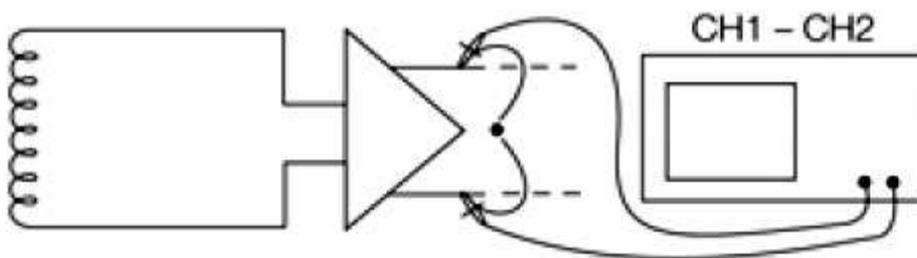

图3 使用两个探头测量,再利用示波器数学运算功能计算
- 1) 使用两个探头测量,再利用示波器数学运算功能计算,如图3